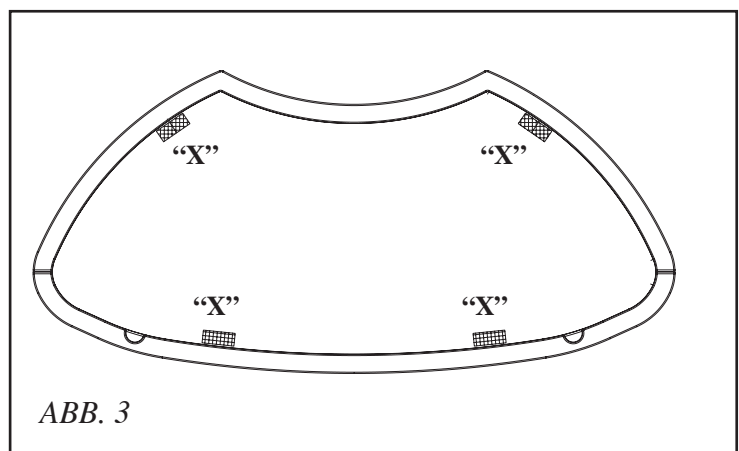

ABB. 3
- Die Dichtungsteile („X“), die sich in der Schachtel der Keramikteile befinden, wie in Abb. 3 angegeben platzieren.